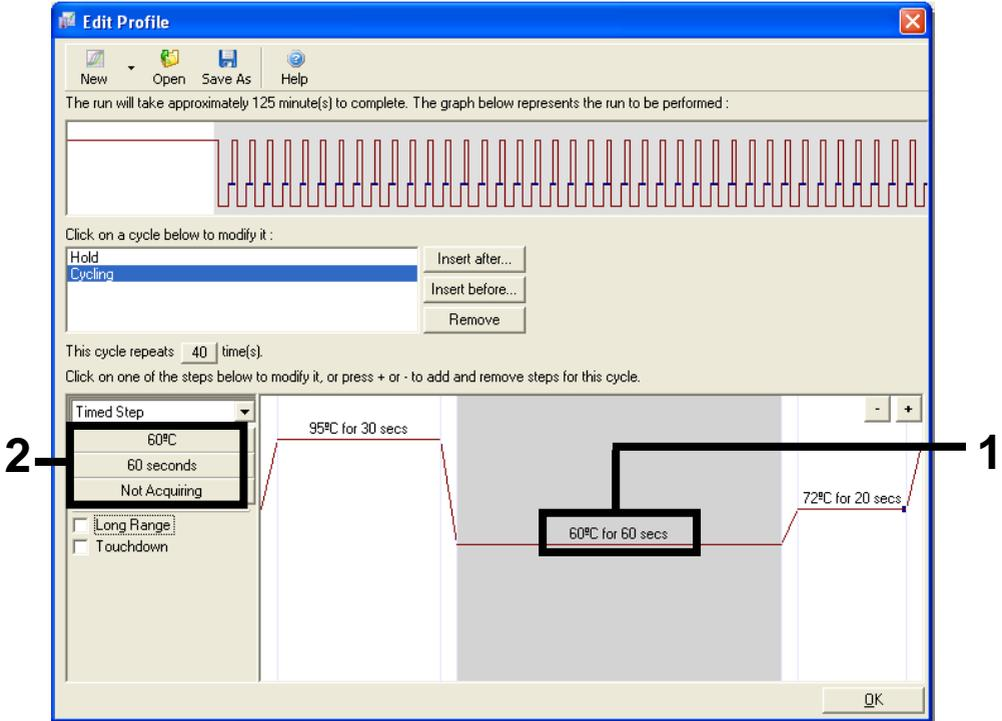

Figura 27. Passaggio di ciclaggio a 60°C. 1 = impostazione della temperatura e della durata del secondo passaggio; 2 = "Not Acquiring" (No acquisizione).
9. Evidenziare il secondo passaggio e impostare su 60°C for 60 secs (60°C per 60 secondi). Per abilitare l'acquisizione di dati in questo passaggio, selezionare "Not Acquiring" (No acquisizione) (Figura 27).